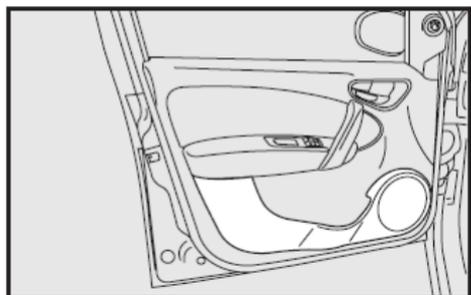

fig. 73
- En los paneles de las puertas fig. 73;